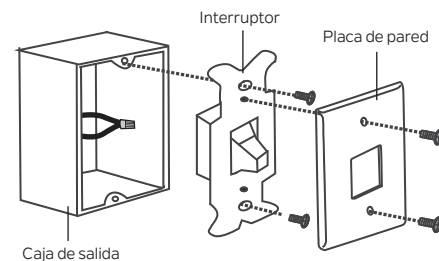

Figura 22
**Paso 1.** Retire la placa de pared existente y el interruptor antiguo de la caja de salida de pared. Conecte los cables NEGROS (corriente) con una tuerca para cables y empújelos para regresarlos al interior de la caja de salida. (Figura 22)